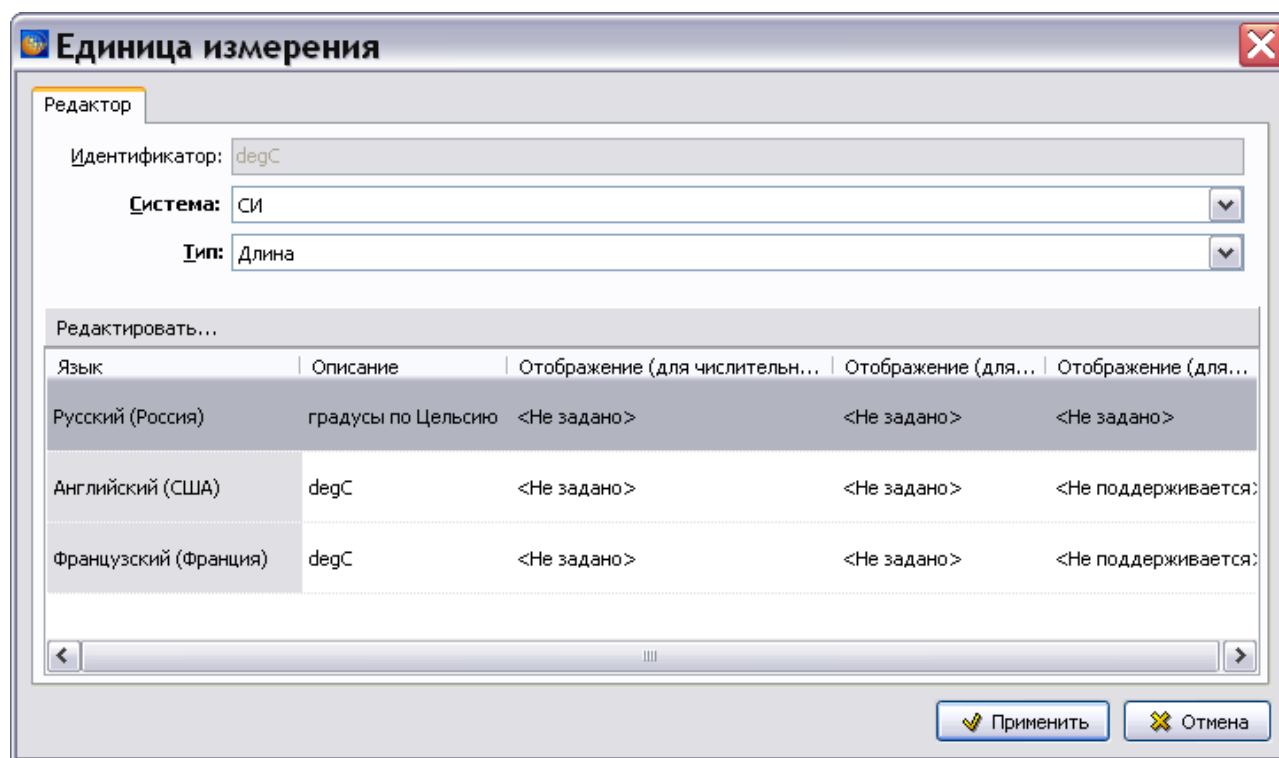

Рис. 3.13
Рассмотрим пример редактирования единицы измерения «градусы по Цельсию». В окне **Единицы измерения** выделите единицу измерения «градусы по Цельсию» и нажмите на кнопку **Редактировать** . После этого появится окно **Единица измерения** (Рис. 3.13).
1. В окне **Единица измерения** в разделе **Редактировать** выделите строку параметров для русского языка (Рис. 3.13).